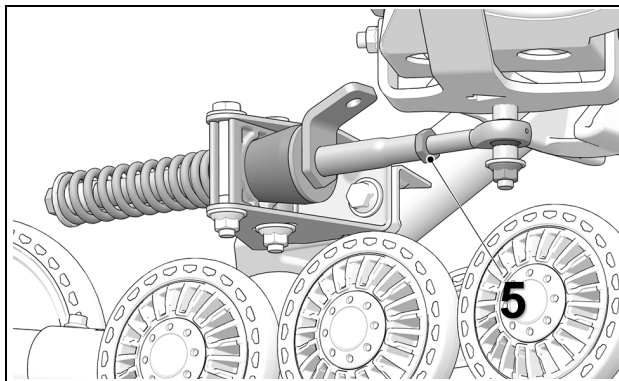

Figure 16
- Resserrer le contre-écrou (5) à un couple de 40 N•m (30 lb•pi). Voir Figure 16.